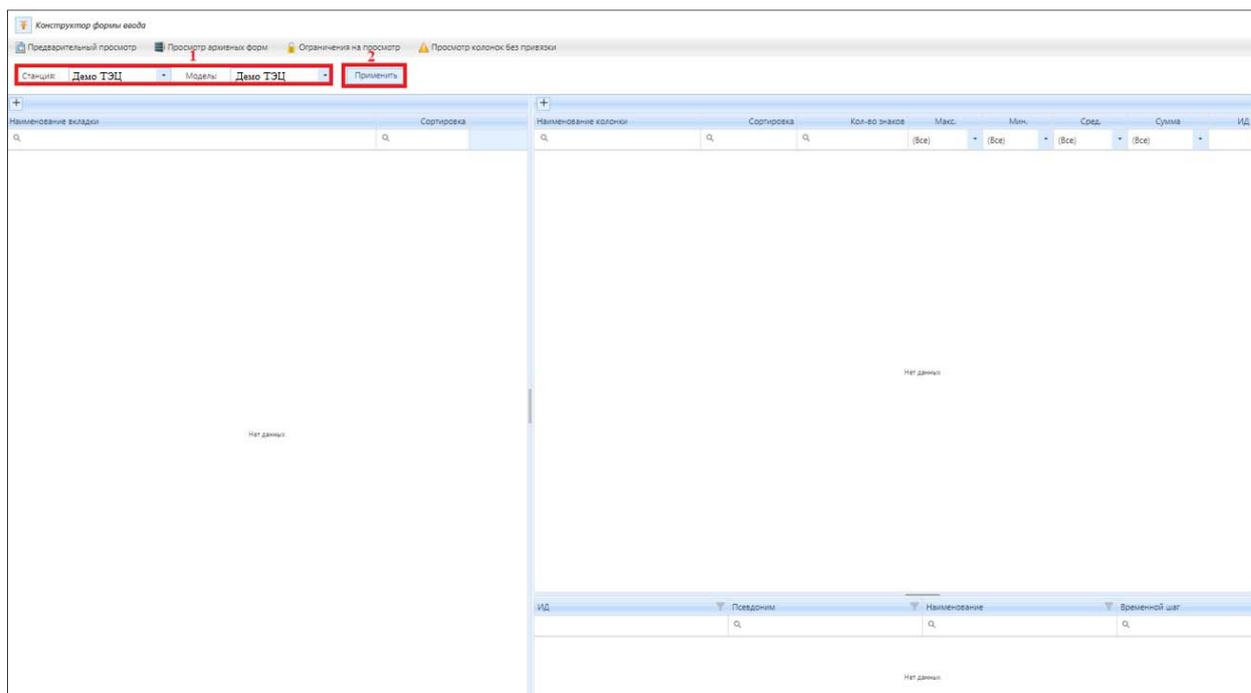

Рисунок 4.6.3 – Внешний вид подраздела «Конструктор формы ввода»
Подраздел «Конструктор формы ввода» предназначен для просмотра, создания, редактирования формы ввода исходных данных. На рис. 4.6.3 представлен интерфейс подраздела.
Для начала работы с конструктором выберите станцию и модель в блоке (1) (рис. 4.6.3), далее нажмите кнопку (2) «Применить» (рис. 4.6.3).